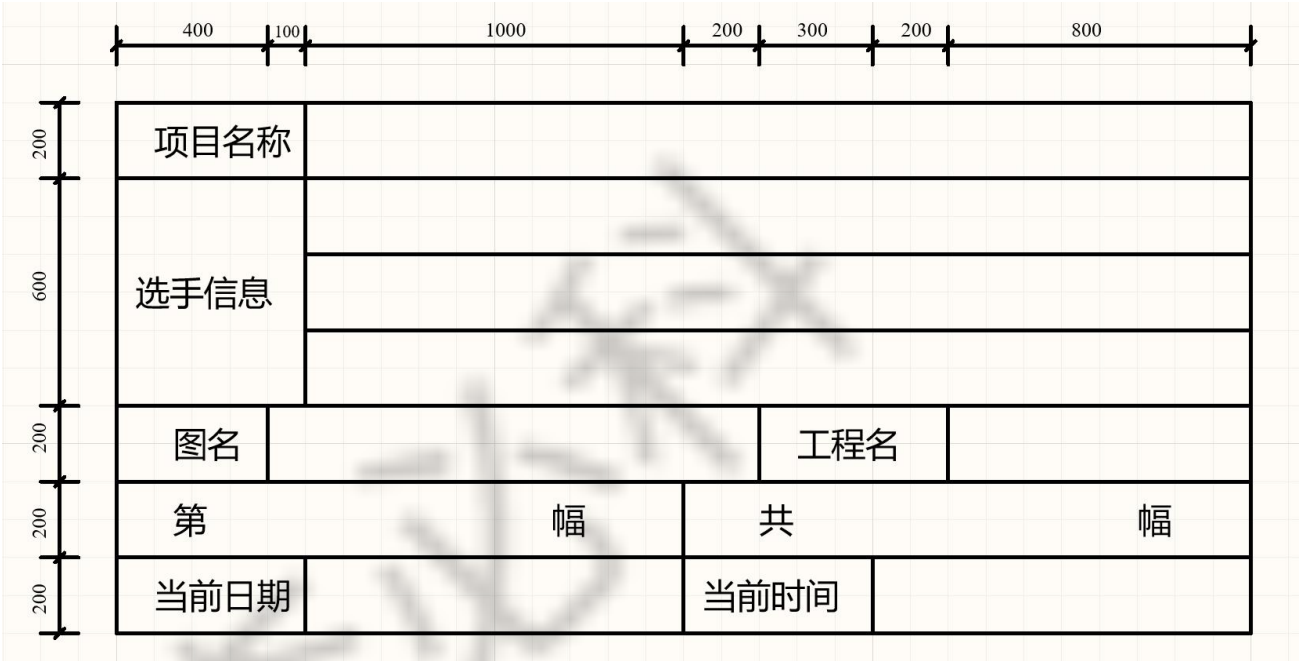

图 3 标题栏
- 1、在每页原理图的右下角，绘制如图 3 所示的标题栏（黑色部分），并将个人信息填写入对应区域内，要求：设置图纸大小为 A4，水平放置，边框及文字均为黑色，字体采用仿宋，大小以能够合适填入对应区域为宜（注：单位为 mil）